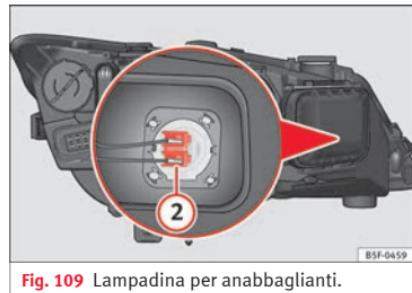

Fig. 109 Lampadina per anabbaglianti.
- Premere lateralmente il connettore **» fig. 109 ②** verso sinistra o destra e tirare.